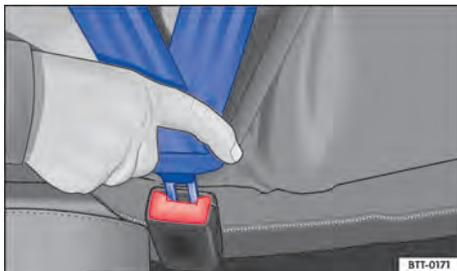

Fig. 19 Introduzir a lingueta do cinto de segurança no fecho do cinto de segurança.
4. Introduzir a lingueta do cinto de segurança firmemente no fecho do cinto de segurança perpendicularmente ao assento → Fig. 19.